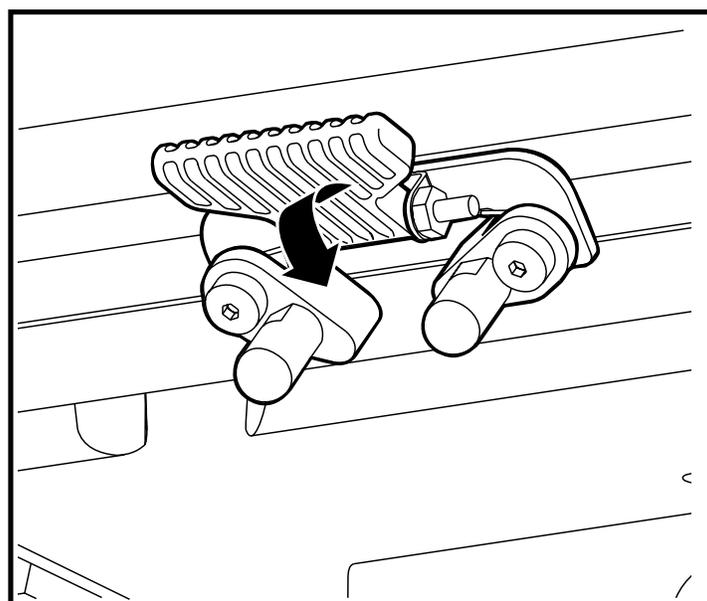

Figure 12. Réglage du siège - Loquet de sécurité
4. Basculez le loquet vers le bas. Voir la figure 12.